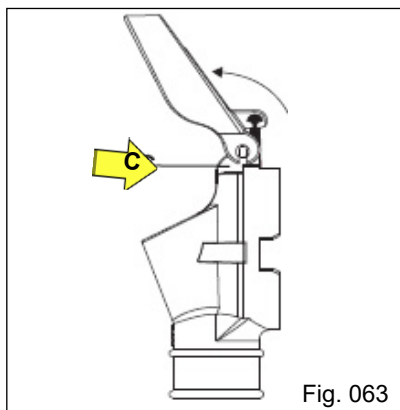
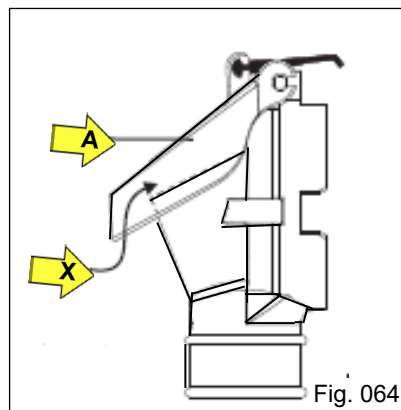

Fig. 063
Fig. 064
b) Introduza a tampa até o final do canal e faça o giro da mesma (Fig. 063), observando a mesma posição nos dois lados dos pinos do bocal. Após gire até o batente "X" da face superior do bocal (Fig. 064).